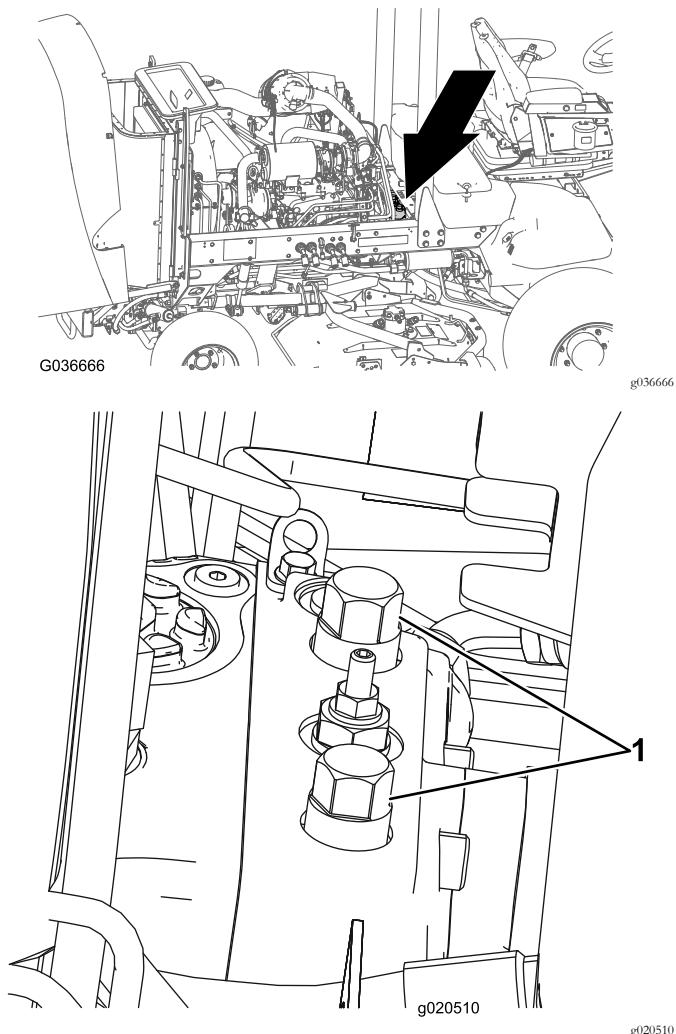

图26
1. 打开机罩并找到位于电池/储物盒后面泵顶部的旁通阀 图26。